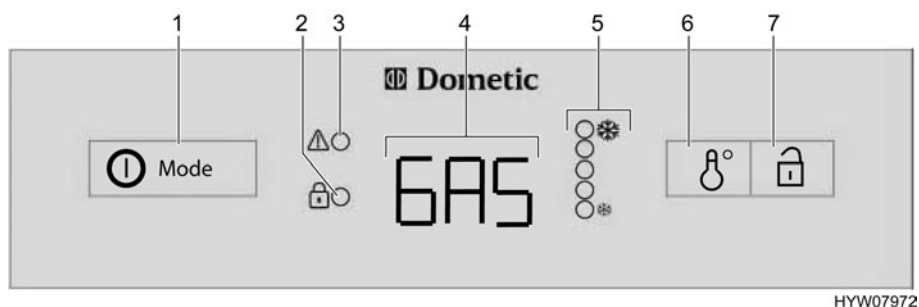

Fig. 195 Elementos de mando para el frigorífico (Dometic de la serie 8 con AES)
Con averías, parpadeará el visualizador LED avería "⚠" (Fig. 195,3).
Si **no** está conectada la alimentación de 230 V y el motor del vehículo está **desconectado**, el AES selecciona el suministro de gas. Al seleccionar el suministro de gas se abre automáticamente el seguro de encendido, de forma que puede fluir gas hacia el quemador. Simultáneamente se conecta el encendedor electrónico. Si se apaga la llama de gas, p. ej. debido a un golpe de viento, el encendedor se activa inmediatamente y enciende de nuevo el gas. Con una avería en el funcionamiento a gas, en el piloto (Fig. 195,4) parpadeará el texto "GAS".
Una vez conectado, el frigorífico selecciona automáticamente el ajuste medio del termostato. Este ajuste puede regularse posteriormente a mano con el conmutador para el ajuste de temperatura (Fig. 195,6). Los visualizadores LED (Fig. 195,5) indican el ajuste seleccionado del termostato. Con el interruptor se ajusta la temperatura de refrigeración para los tres tipos de energía. Pasan algunas horas hasta que el frigorífico alcanza la temperatura de servicio normal. Al conmutar el modo de funcionamiento se mantiene el ajuste del termostato. La temperatura de refrigeración se mantiene independientemente del tipo de energía.
- Pulsar el conector/selector de energía (Fig. 195,1) 2 segundos para conectar el aparato. Se visualiza el último modo de funcionamiento seleccionado en el piloto (Fig. 195,4).
- Seleccionar el tipo de energía con el conector/selector de energía (Fig. 195,1).
- La temperatura de refrigeración puede ser ajustada en el conmutador para el ajuste de temperatura (Fig. 195,6). Los visualizadores LED (Fig. 195,5) indican el ajuste seleccionado del termostato.
- Pulsar el conector/selector de energía (Fig. 195,1) 2 segundos. Todos los visualizadores se apagan.